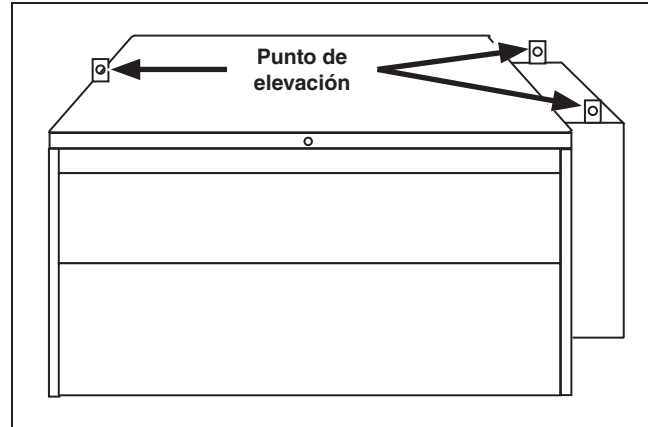
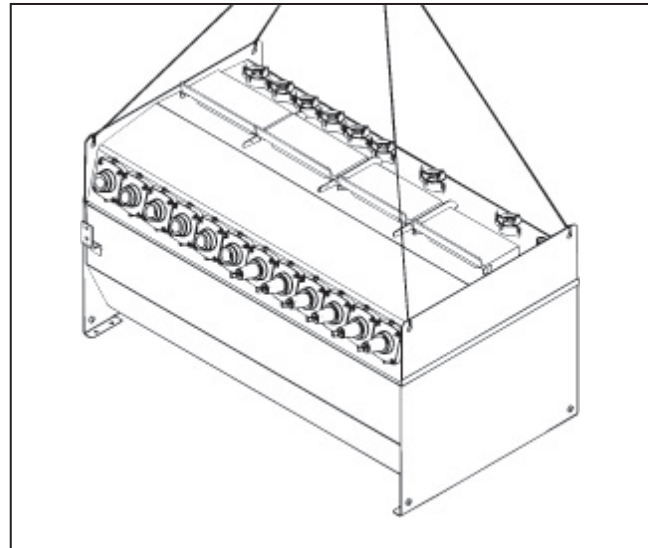
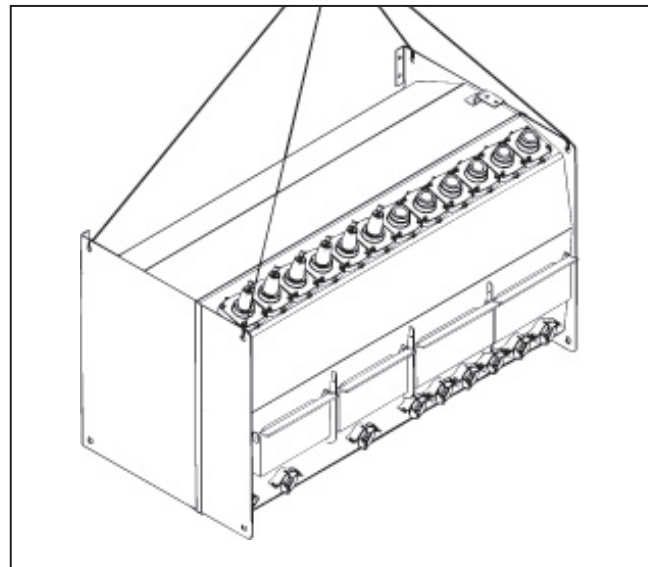
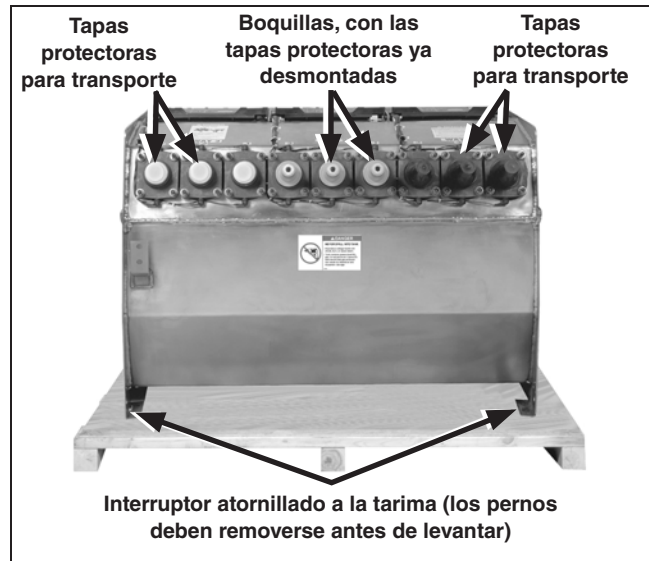

Figura 1. Un gabinete para el estilo para montaje en pedestal
Figura 2. Un tanque correctamente suspendido para el estilo típico UnderCover o estilo pedestal.
Figura 3. Un tanque correctamente suspendido para el estilo típico montado en bóveda.
Figura 11. Un tanque de interruptores Vista atornillado a una tarima para su envío (se muestra la unidad manual con fines ilustrativos).
PASO 1. Remueva y conserve las bridas de anclaje envueltas alrededor de la zapata de conexión a tierra del gabinete o tanque. Utilice eslingas de elevación de 6 pies (1829 mm) o más largas y de igual longitud para evitar dañar el gabinete o tanque durante la elevación. (Se aceptan eslingas de elevación de cuatro pies (1219 mm) para gabinetes y tanques de dos y tres vías). Ver Figura 1, Figura 2, y Figura 3 en esta página y Figura 4, Figura 5, y Figura 6 en la página 9.
- PASO 2.** Desatornille el tanque de la tarima y elévelo por encima de la zapata de montaje, observando las precauciones indicadas en la sección “Manipulación” en la página 8. Ver Figura 11. Utilice un esquema de cuatro puntos de elevación para balancear apropiadamente el equipo. Figura 2 en la página 8.